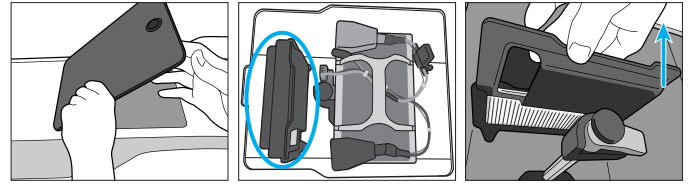

Abb. 7 Abb. 8 Abb. 9
2. Die Akkufachabdeckung abnehmen (Abb. 7).